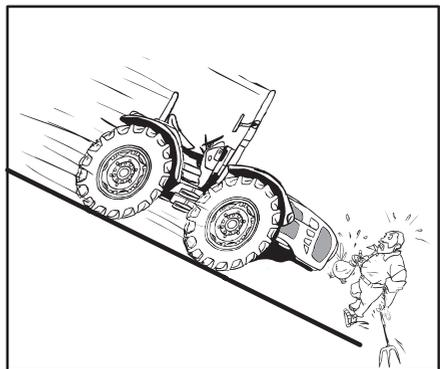

Abb. 2.22
- Einen Gang eingelegt lassen. Niemals mit ausgerückter Kupplung oder Getriebeschalthebeln in Leerlaufstellung auf abschüssigem Gelände fahren (Abb. 2.22).